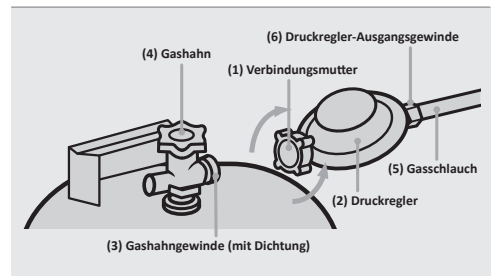

Abb.1: Montage des Druckreglers
2. Verbinden Sie den Druckregler mit der Gasflasche, indem Sie die Verbindungsmutter (1) des Druckreglers (2) durch Linksdrehung (von Hand) auf das Gashahngewinde (3) schrauben (siehe Abb. 1).